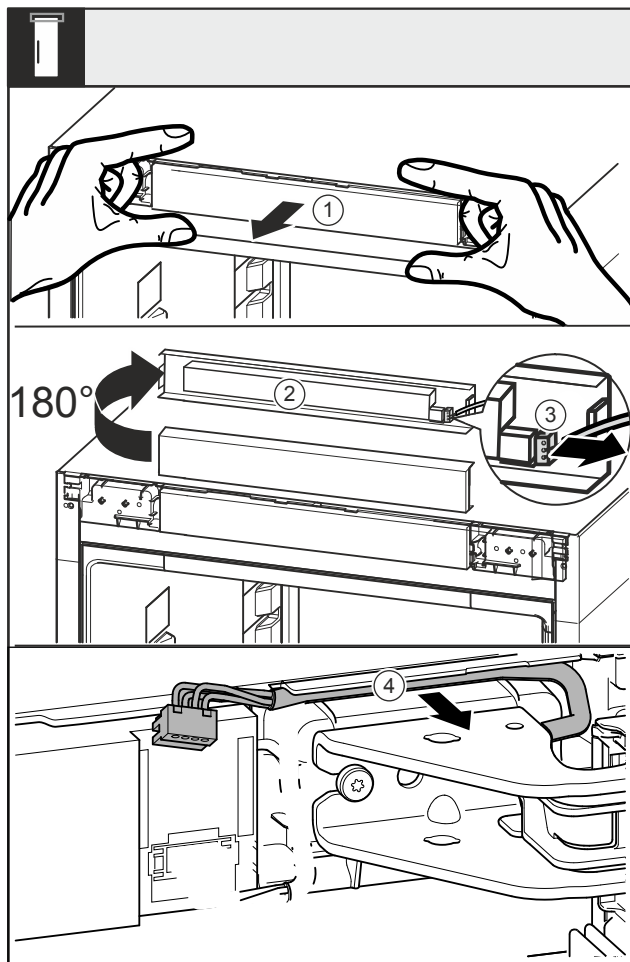

Fig. 17
- Zaslonko Fig. 17 (1) previdno ločite v smeri naprej.
- Zaslonko Fig. 17 (2) obrnite navzgor za 180°.
- Zaskočni nastavek na vtiču Fig. 17 (3) potisnite nazaj in vtič previdno izvlecite.
- Kabel Fig. 17 (4) prek ležajnega podstavka ločite od vodila.